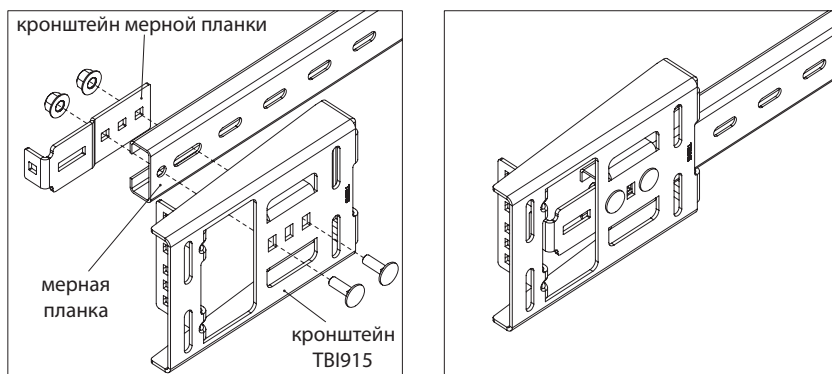

Рис. 14.1
- собрать боковые узлы крепления перемычки, для чего внутрь перемычки установить кронштейны ТВ1915. Детали закрепить между собой болтами М8×25 с полукруглой головкой и гайками с буртиком (рис.14.1).